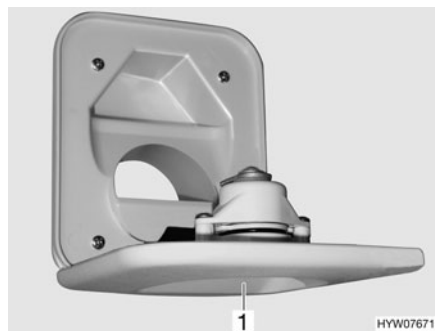

Fig. 206 Bec de remplissage d'eau fraîche pour les toilettes
- Ouvrir le bec de remplissage d'eau fraîche pour les toilettes (Fig. 206,1) au-dessus du portillon de la cassette Thetford et le faire pivoter vers le bas.